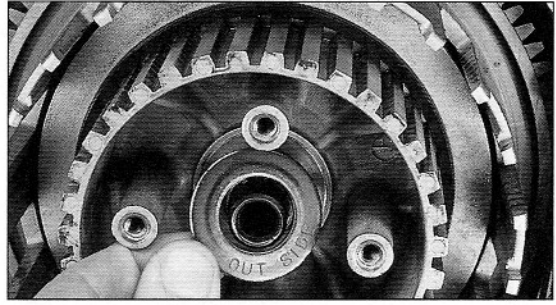

Bild 194
- Unterlegscheibe (Bild 194) so aufschieben, dass OUTSIDE nach aussen zeigt.